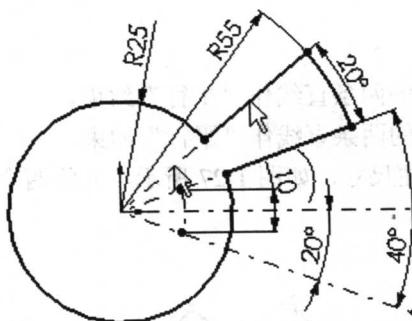

图 1-20 草图
- (1) 单击标准工具栏上的“新建”图标按钮 → “零件” → “确定”。
- (2) 生成草图 1。在特征管理器中单击 上视基准面 → , 用“圆” 、“直线” 、“中心线” 、“圆心/起/终点画弧” 、“构造几何线” 和“智能尺寸” 绘制出如图 1-20 所示的草图。并将图中箭头所指的两条直线作“共线”约束。